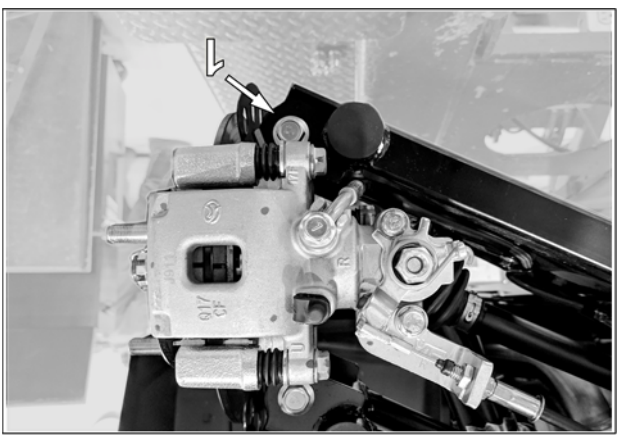

Fig. 6
5. Dévisser et retirer le boulon (1) qui relie le bras inférieur de suspension au moyeu de roue. Voir la Fig. 6